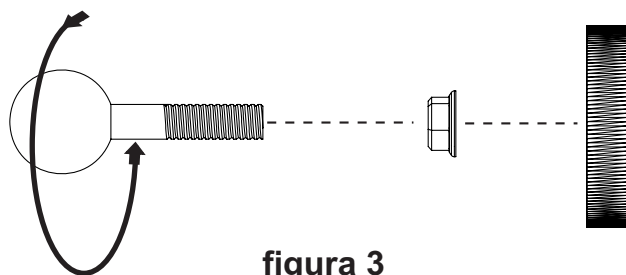

figura 3
Monte las piezas (4) y (5) como muestra la figura 3. Atornille la rótula (4) dentro de la inserción situada en la parte trasera del altavoz (6).